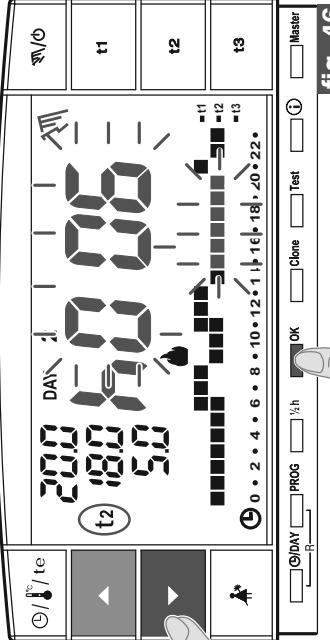

fig. 46
- Con i tasti **◀** **▶** impostare la durata desiderata quindi premere **OK** per confermare (esempio in fig. 46).